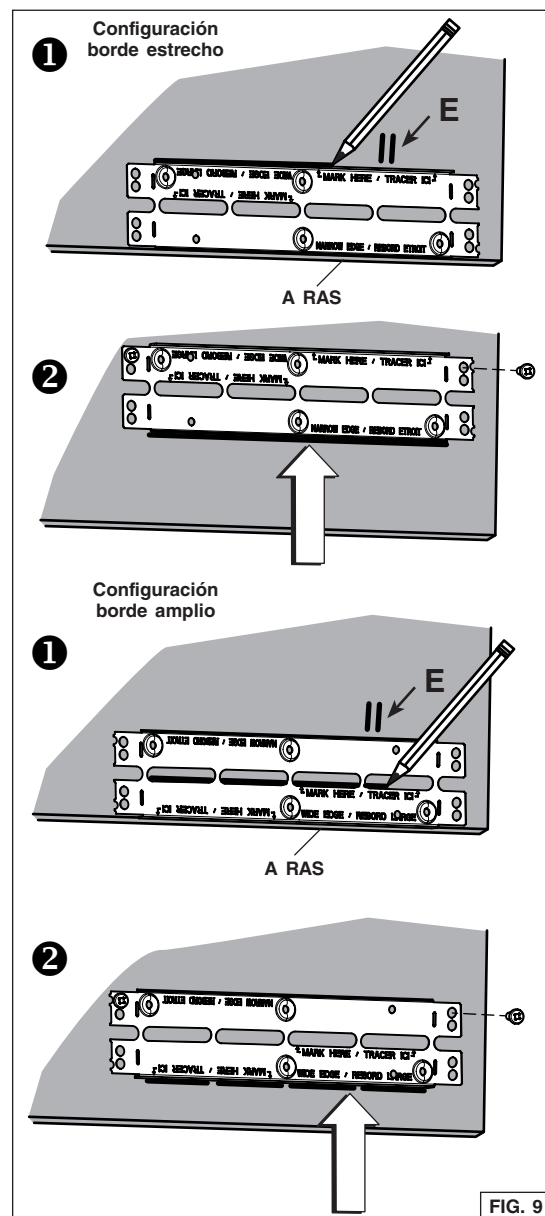

FIG. 9
4. Localizar los ganchos Ease of Install en la unidad (distancia determinada a partir del borde delantero, FIG. 8). Insertar temporalmente la unidad en el gabinete y a la vez que mantiene la unidad, marcar la ubicación de los ganchos Ease of Install (correspondiente a **E** en FIG. 9 en la página siguiente) en ambos lados del gabinete. Retirar la unidad.
5. Instale los soportes de gabinete como sigue (FIG. 9):
- ❶ Coloque el soporte a ras con la parte inferior del panel derecho del gabinete, centrando la marca de la ubicación de los ganchos (E) entre los orificios inferiores en relieve. Para la configuración del borde estrecho, trace una línea encima del soporte. Para la configuración del borde amplio, trace una línea a la base de las ranuras centrales.
- ❷ Instale el soporte a ras con la línea trazada. Sujete el soporte al panel de lado del gabinete usando 2 tornillos para madera n.º 8 x 5/8 pulg. (incluidos en la bolsa de piezas) en los orificios superiores.